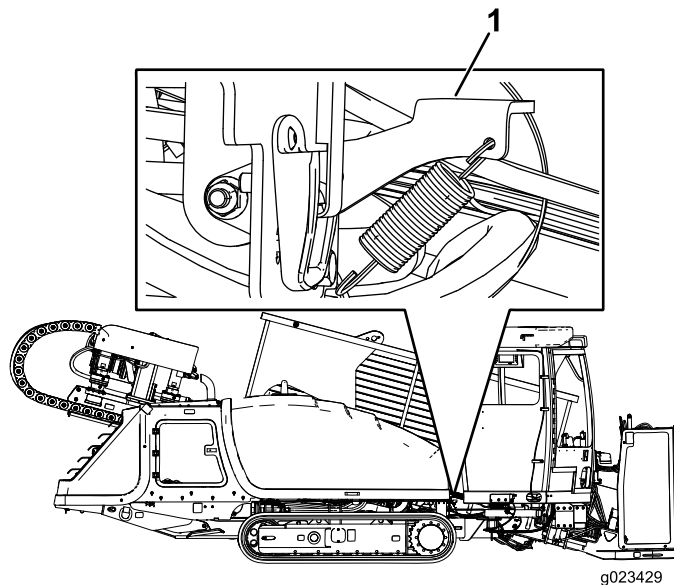
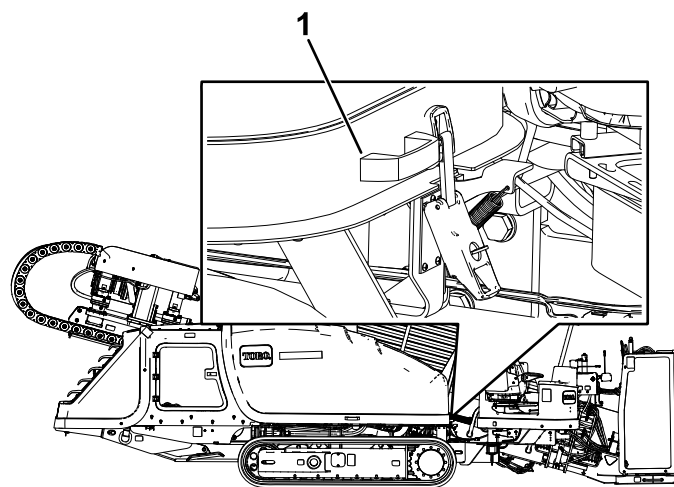

Рисунок 67
Рисунок 68
3. Потяните вверх за защелку капота, как показано на Рисунок 67.
4. Держите защелку капота (Рисунок 67) поднятой вверх и поднимите вверх ручку, как показано на Рисунок 68.